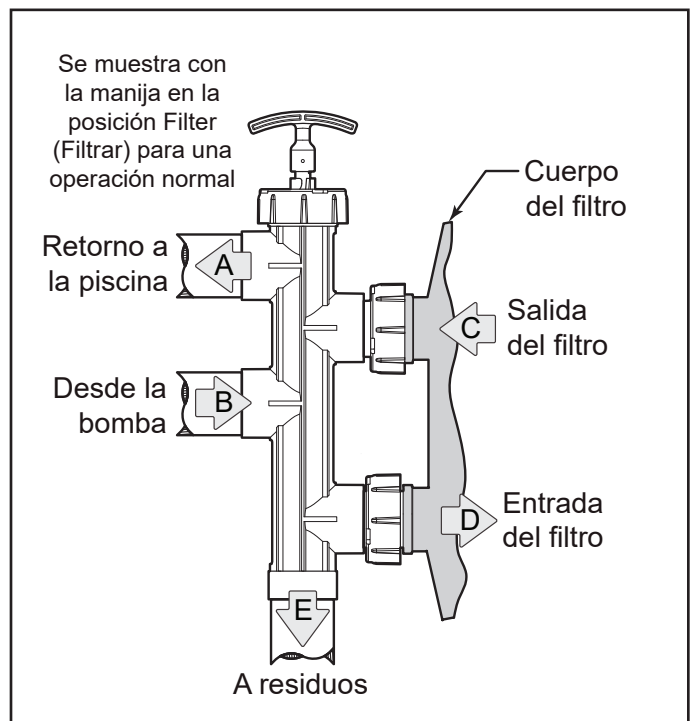

Figura 8. SVLV2 con Manguitos Versa instalados
8. Deslice un (1) manguito Versa en el PUERTO C y uno (1) en el PUERTO D de la válvula deslizante. Consulte la Figura 8.
8. Regrese la manija de la válvula a la posición de operación normal. Consulte la Figura 8.